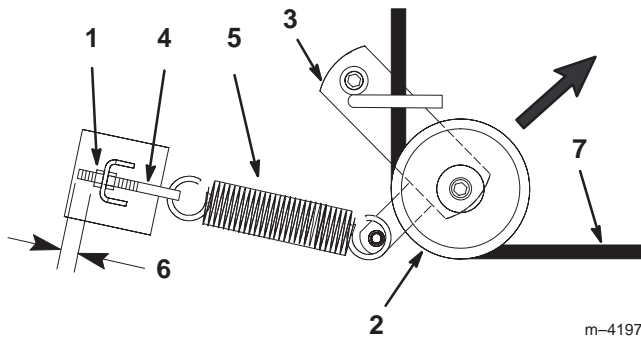
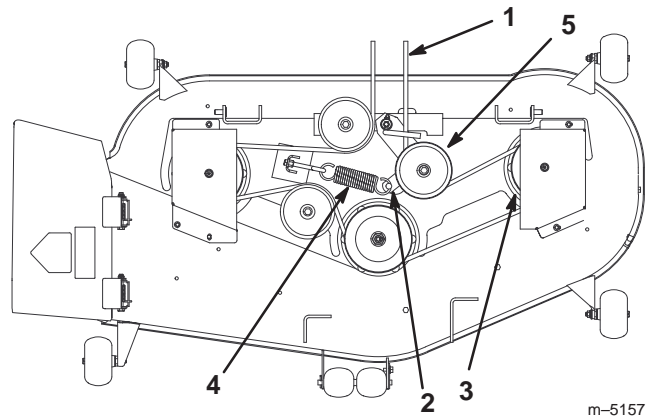

Figure 44
Figure 45
4. Tirez la poulie de tension dans la direction indiquée à la Figure 44 et retirez la courroie des poulies.
5. Faites passer la courroie neuve dans le bras de tension et autour de la poulie de tension (Fig. 44).
6. Tirez la poulie de tension dans la direction indiquée à la Figure 44 et acheminez la courroie autour des autres poulies (Fig. 45).
Remarque : Vérifiez que le filetage du boulon à œil est visible sur 3 mm (Fig. 44).